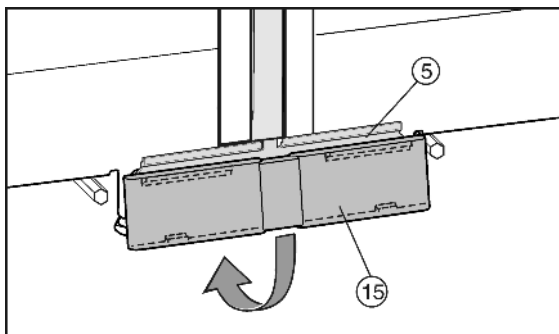

Fig. 11
- ▶ Dolní kryt Fig. 11 (15) shora nasadíte na spojovací plech Fig. 11 (5) a dole zatlačte do západek.